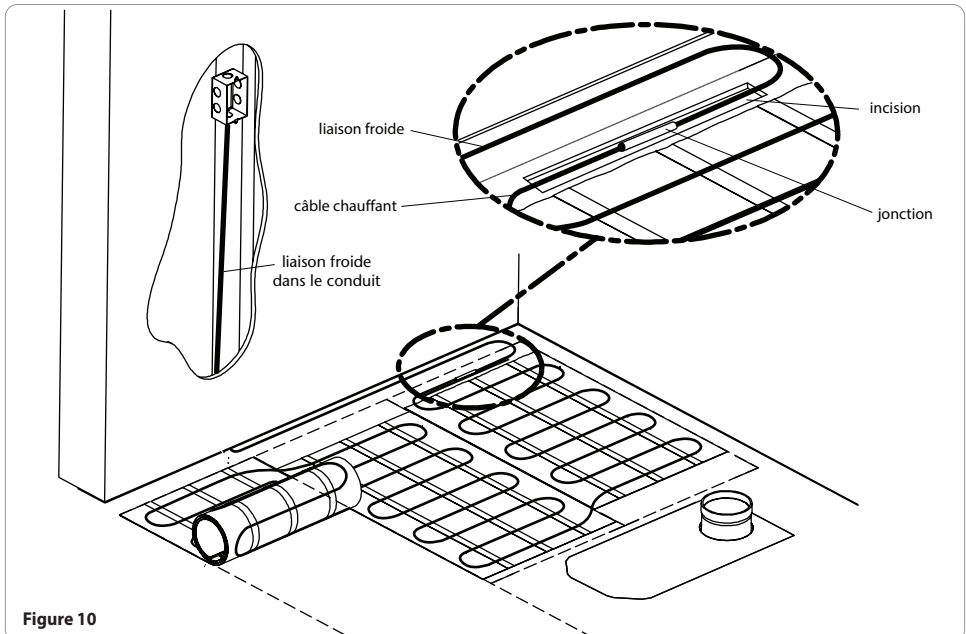

Figure 10
- Dérouler le rouleau de câble sur treillis, face collante contre le sol (figure 10);